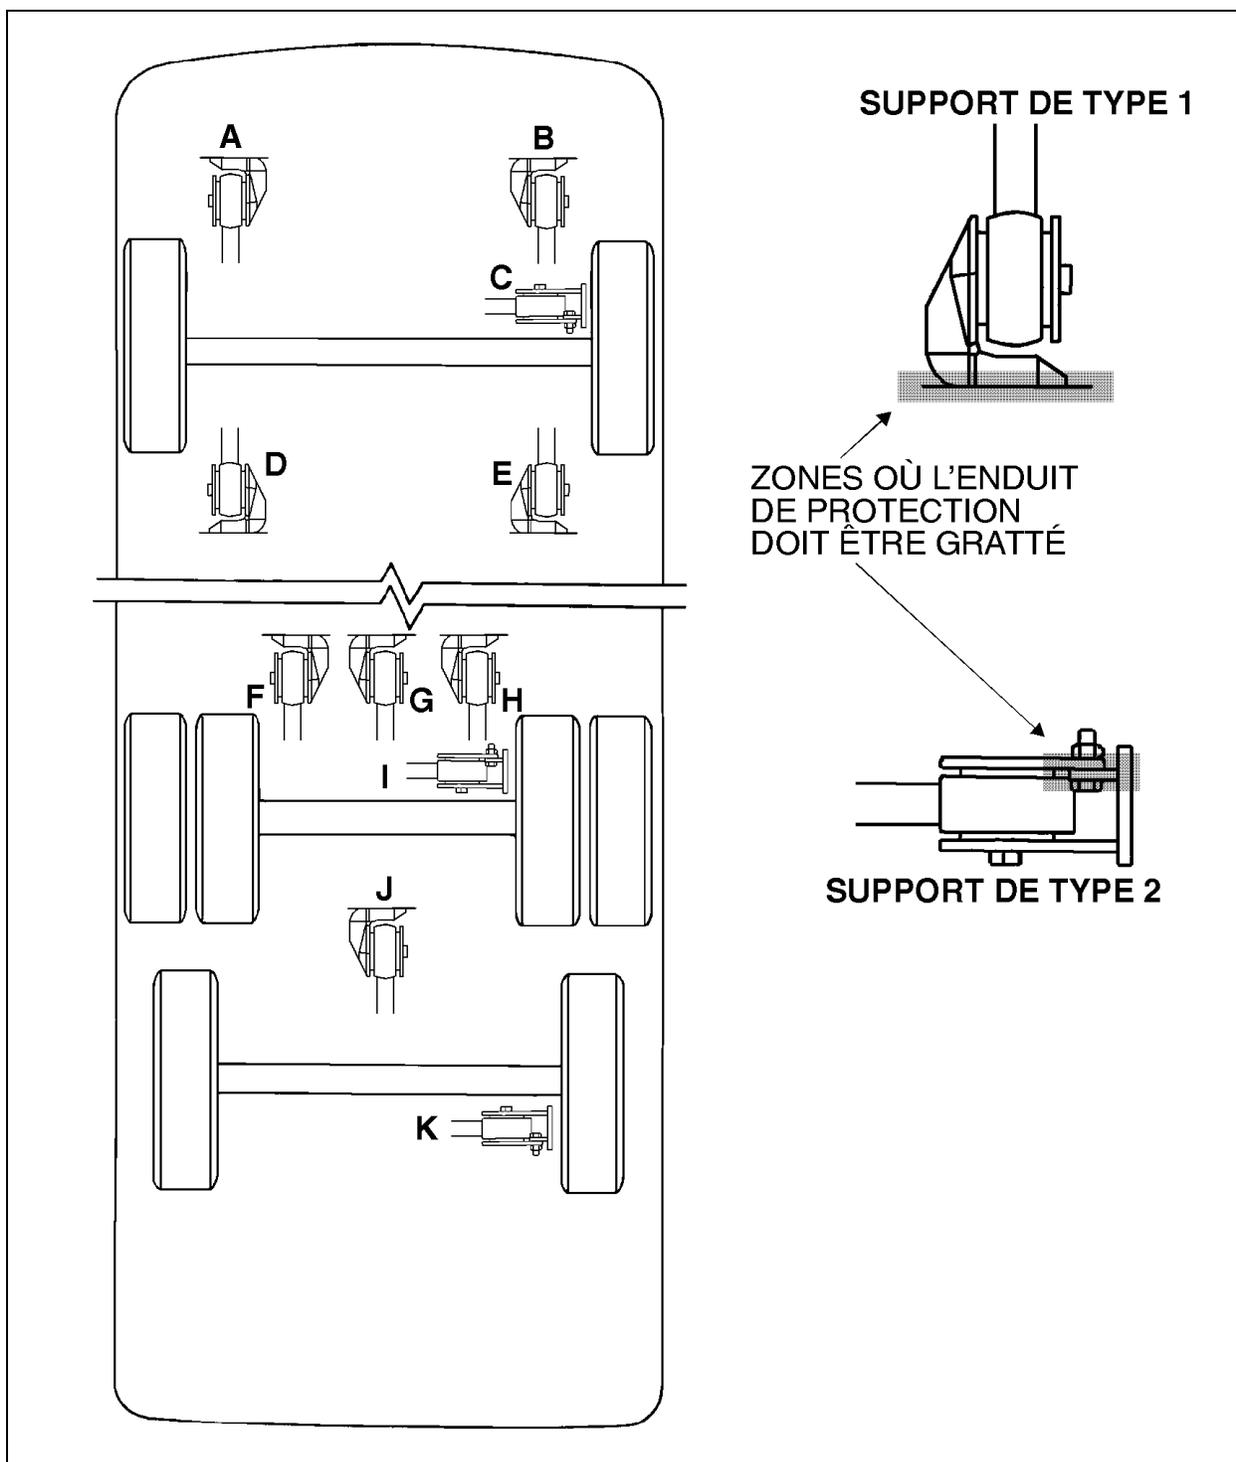

FIGURE 1
Pour chacune des 11 barres d'accouplement de votre véhicule identifiées à la figure 1, effectuer les étapes suivantes:
Support de Type 1 (Fig. 1: A, B, D, E, F, G, H, J):
1. Dévisser les deux boulons et écrous (un des deux écrous de chacun des supports **F** et **G** (Fig. 1) est accessible par l'intérieur du dernier compartiment à bagage) qui retiennent le support au sous-chassis du véhicule.
Support de Type 2 (Fig. 1: C, I, K):